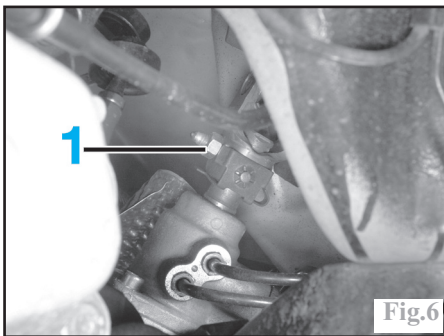

Fig.6
Déposer la fixation (1) (Fig.6).